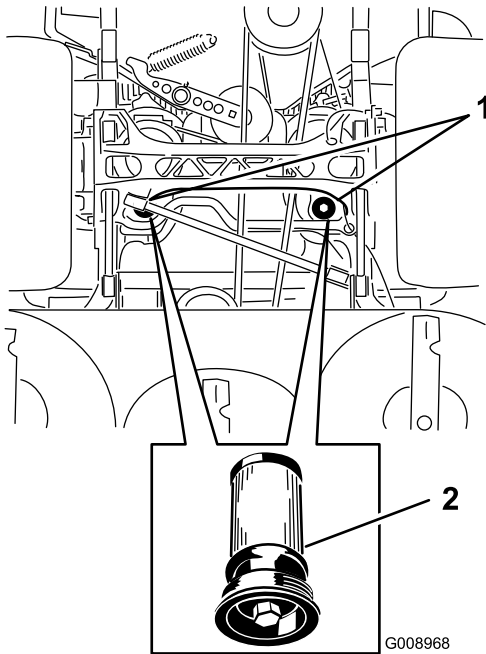

Figura 88
5. Coloque un recipiente debajo del filtro, retire el filtro usado y limpie la superficie (Figura 88).
6. Aplique una capa fina de fluido hidráulico a la junta de goma del filtro nuevo (Figura 88).